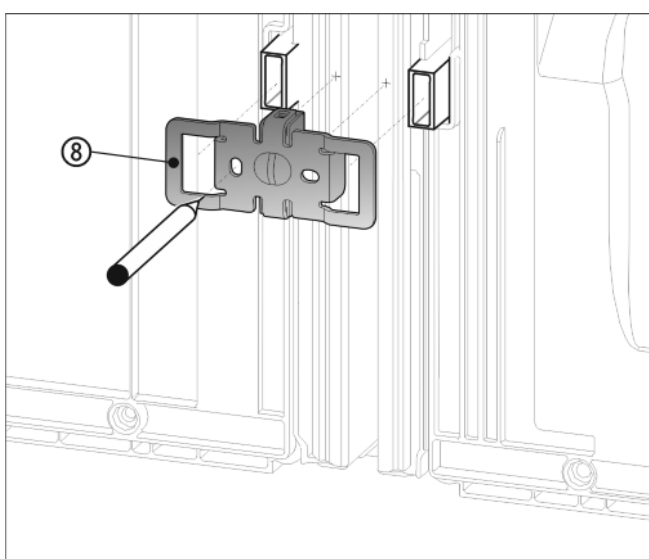

Fig. 10
- ▶ Kątownik Fig. 10 (8) z wycięciami nasunąć na uchwyt dla elementu dystansowego